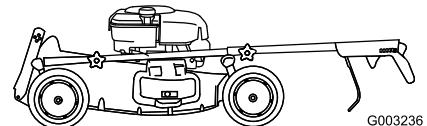

Figura 48
3. Doble el manillar hacia adelante (Figura 48).